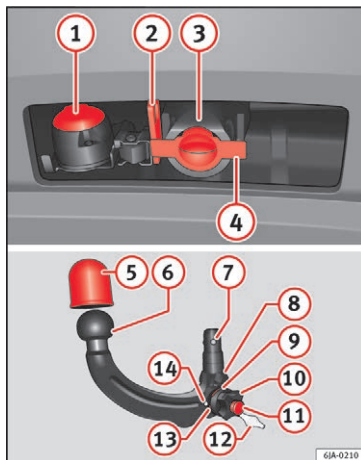

Fig. 193 Holder til anhængertræk/kuglehovedstang
Forklaring til **» Fig. 193**
- Træk proppen på bøsningens ④ » Fig. 193 åbning nedad og af.
- Sæt proppen på bøsningens  **Fig. 193** åbning.